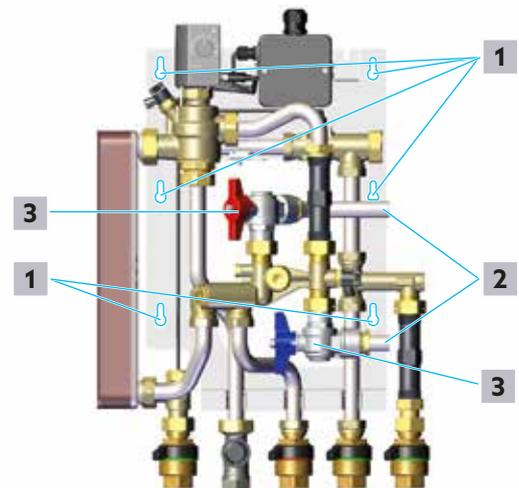

Fig. 9: Montage mural
- 3 Sélectionner au moins 2 des 6 points de fixation possibles ((1) sur la Fig. 9 en page 17) et marquer les trous de perçage à travers les trous dans l'embase.
Orienter les robinets à tournant sphérique équerres de manière à ce que les conduites d'alimentation ((2) sur la Fig. 9 en page 17) soient amenées à la station depuis la direction souhaitée.
- 7 Monter les deux robinets à tournant sphérique équerres ((3) sur la Fig. 9 en page 17) avec joint plat dans une orientation permettant un accès facile pour les autres raccordements. (La figure montre un exemple de raccordement par le côté droit.)